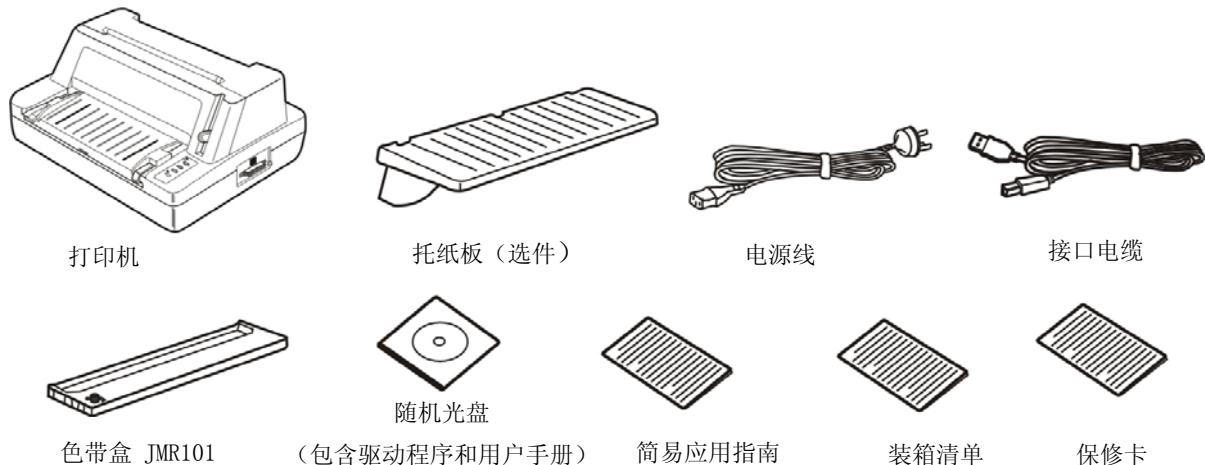

图 2-1 包装箱内打印机包装清单
在打印机包装箱内，应具有以下各项：(1) 打印机；(2) 托纸板（选件）；(3) 电源线；(4) 接口电缆；(5) 色带盒 JMR101；(6) 随机光盘；(7) 简易应用指南；(8) 装箱清单；(9) 保修卡。请核对图 2-1 所示包装清单。如有任何东西遗失，请联络经销商。